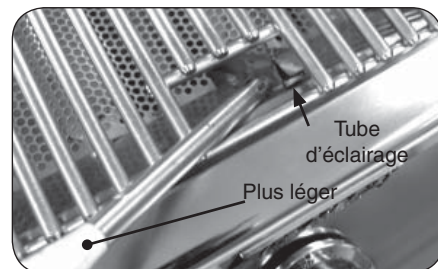

Fig. 22-2 - Éclairage manuel
**ATTENTION:** Attendez toujours cinq (5) minutes le gaz pour se dégager après que n'importe quelle tentative non réussie d'éclairage.
2. Passez un allumeur brûlant de butane de long-baril ou une allumette brûlante de long-tige dans la grille à cuire s'ouvrant au dessus du tube d'éclairage. (Fig. 22-2). Pour des backburners, tenez la flamme contre le surface du backburner. Pour des sideburners, tenez la flamme contre le brûleur.
4. Si le brûleur ne se allume pas dans les cinq (5) secondes de tourner le bouton de commande, enfoncez immédiatement le bouton et tournez la valve à AU LOIN. ATTENDEZ CINQ (5) MINUTES avant de répéter les étapes 2 à 4 des instructions manuelles d'éclairage.